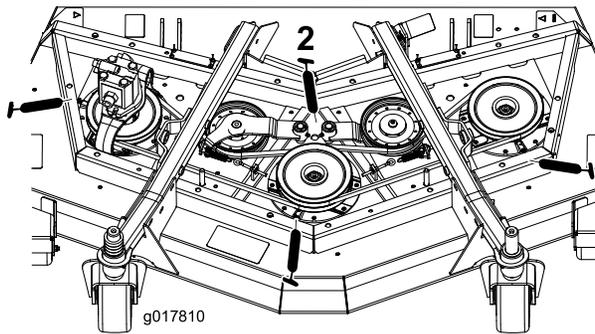

Bild 62
- Spindelwellenlager (3) (unter der Riemenscheibe) (Bild 62)
- Spannarm-Drehbüchsen (2) (Bild 62)